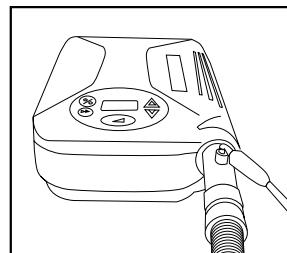

Abbildung 10
3. Sauerstoff wird dem Luftstrom zugeführt, indem ein Ende eines Standard-Sauerstoffsschlauches an den Sauerstoffadapter angeschlossen wird und das andere Ende mit der Sauerstoffquelle verbunden wird (**Abbildung 10**).